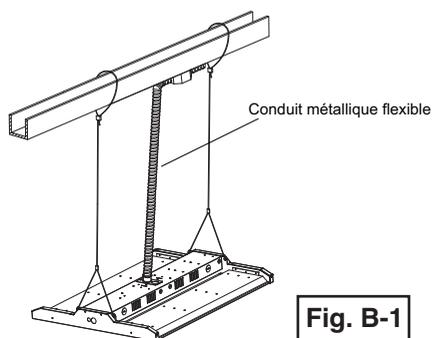
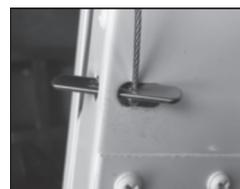

Fig. B-1
Fig. B-3
1. Faites passer les câbles du kit à travers les quatre trous fournis à chaque bout du luminaire, comme illustré dans la **Figure B-1**. Assurez-vous que la fixation passe complètement à travers le trou **Figure B-3**.
4. Utilisez le conduit métallique flexible pour faire passer les fils de phase, neutre et terre afin de pouvoir alimenter le luminaire (**Figure B-1**)